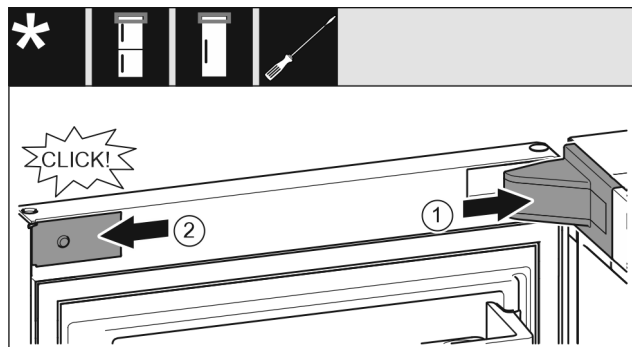

Fig. 22
- ▶ Pange laagripuki kate peale ja fikseerige, vaj. korral suruge ettevaatlikult laiali. Fig. 22 (1)
- ▶ Pange ilukate küljel kohale ja fikseerige. Fig. 22 (2)